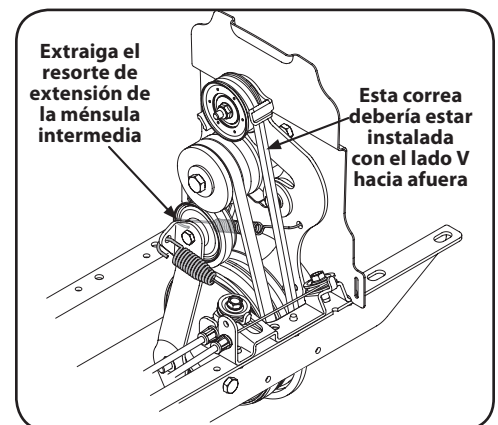

Figura 5-5
4. Retire el resorte de extensión del soporte intermedio, como se ilustra en la Figura 5-5. Se recomienda usar un par de pinzas de punta de aguja, y sujetar el resorte por el extremo que se engancha sobre el bastidor. Simplemente, sujételo y tire para sacarlo del bastidor, luego hacia arriba y con cuidado suelte la tensión del resorte.